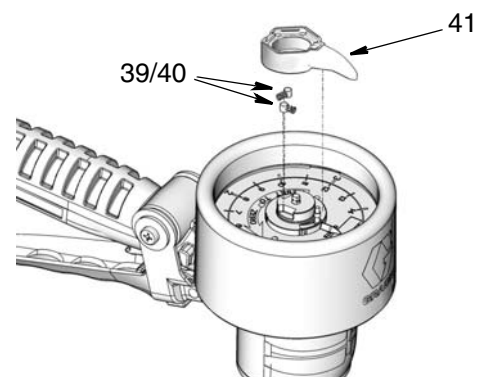

FIG. 24
5. Placer l'indicateur-aiguille (41), les ressorts (39) et les goupilles (40) comme montré sur la FIG. 24.